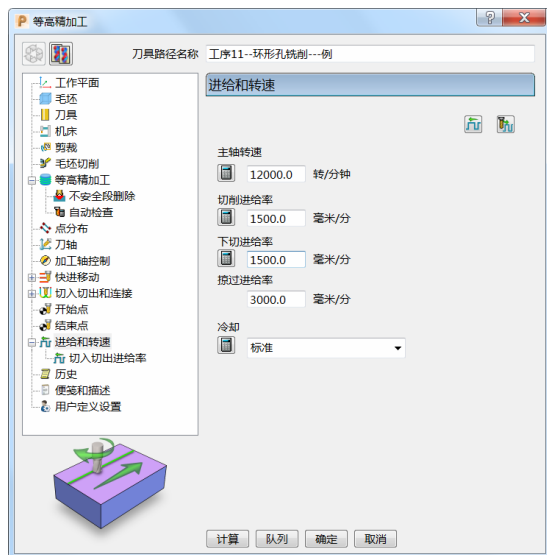
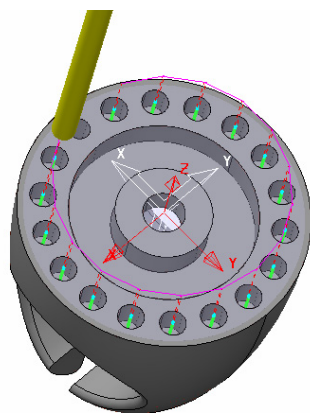

图 5-91
图 5-92
9) 进给和转速: 设定主轴转速 12000.0r/min、切削进给率 1500.0mm/min、下切进给率 1500.0mm/min、掠过进给率 3000.0mm/min, 标准冷却。(图 5-91)
10) 单击图 5-91 中的“计算”按钮, 刀具路径如图 5-92 所示。